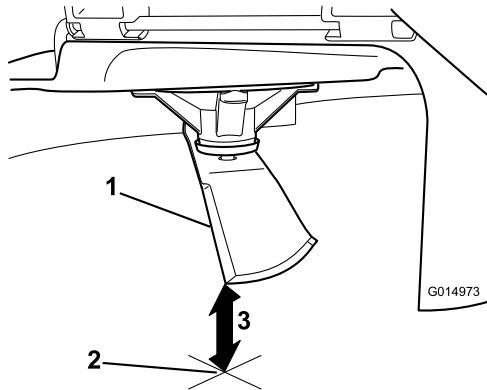

Figura 50
5. Mida desde la punta de la cuchilla hasta la superficie plana (Figura 50). (Measure from the tip of the blade to the flat surface (Figure 50).)